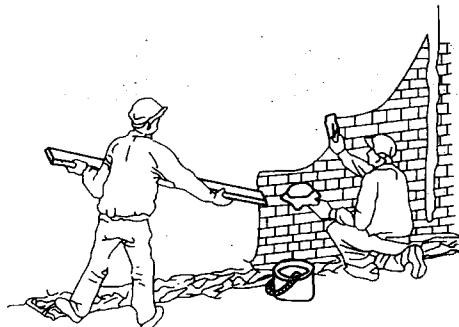

图 1-6 刮杠示意图
(8) 抹面层砂浆。先将底层砂浆上的尘土、污垢等清理干净, 将墙面洇湿, 刮内掺界面剂拌制的 1:3 聚合物水泥砂浆, 使其与底灰粘牢, 随即抹水泥砂浆, 厚度为 5~8 mm, 分两次抹平。然后用刮杠刮平(图 1-6), 木抹子搓毛, 铁抹子压实、压光, 并将分格条表面的余灰清除干净。面层达到一定强度时, 将分格条起出, 待灰层干透后, 用素水泥浆把缝勾好。对于难起的分格条, 不要硬起, 防止棱角损坏, 待干透后再起, 并补勾缝。